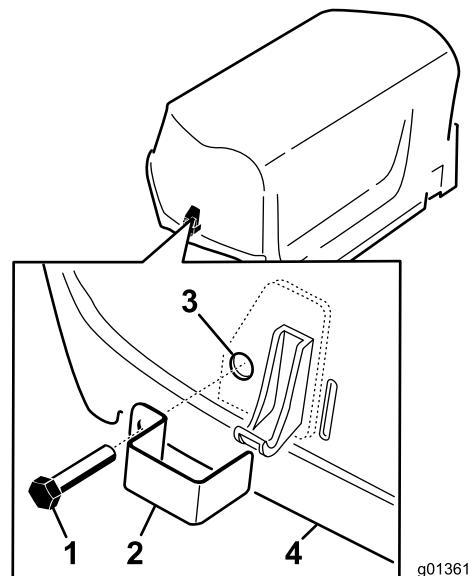

図 7
1. フードの左右についているラッチのそれぞれに、ラッチロックをタップボルトで固定する（左右合計2個）（図7）。
2. プライヤかモンキーレンチを使って、内部ロックワッシャを各ボルトに入れて（1 山か 2 山）ボルトを固定する（図7）。